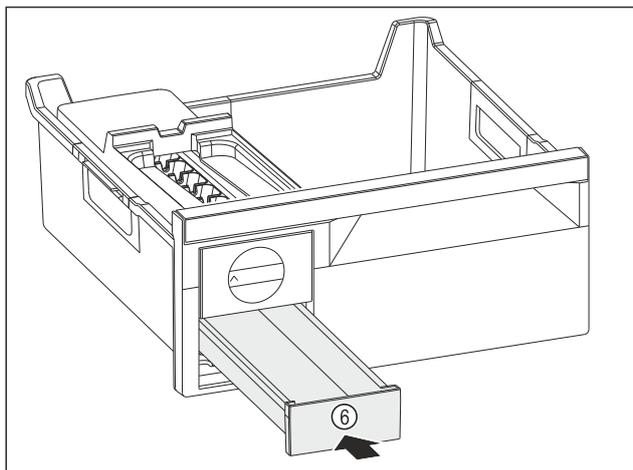

Fig. 188
- ▶ Inserați sertarul pentru cuburi de gheață Fig. 188 (6).